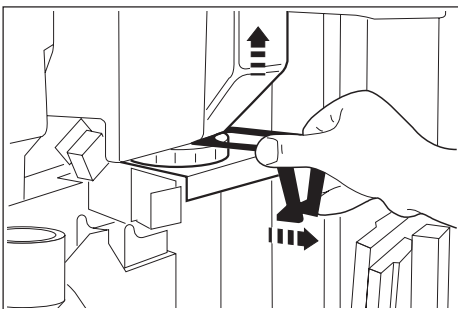

Fig. 31
- Il contenitore del caffè deve essere pulito periodicamente dall'olio depositato dal caffè in grani. Tirare verso l'esterno la paratia mobile (24) per impedire la fuoriuscita di caffè (Fig. 31). Estrarre il contenitore dalla sua sede, lavarlo in acqua tiepida e rimontarlo dopo averlo asciugato accuratamente.